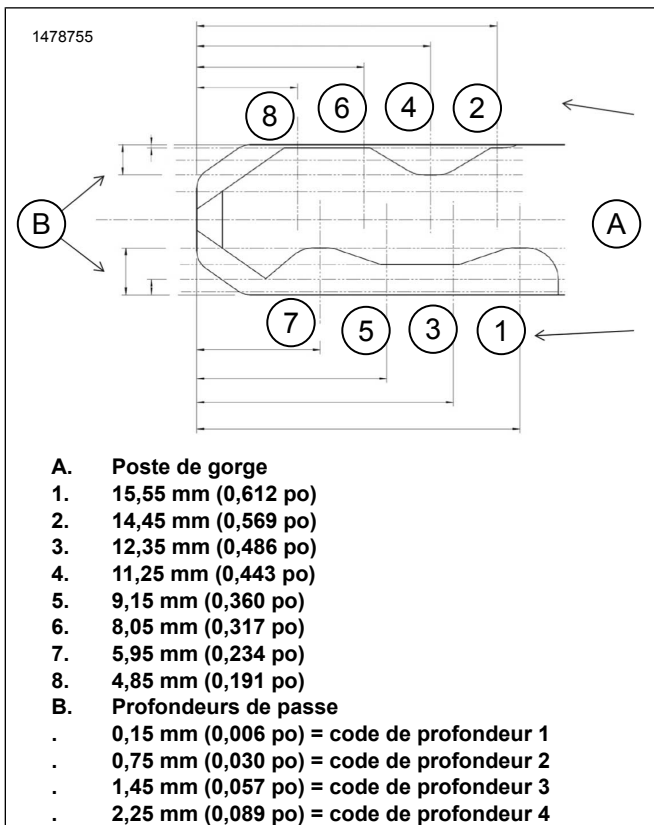

Figure 4. Diagramme de codes de clés
1. Voir la Figure 4. Sur la Équipement d'origine (OE) clé du véhicule, déterminer la profondeur de passe à chaque poste de clé.
3. Voir le tableau 3. Incrire les codes de profondeur de passe des clés de Figure 4 en fonction des profondeurs mesurées.